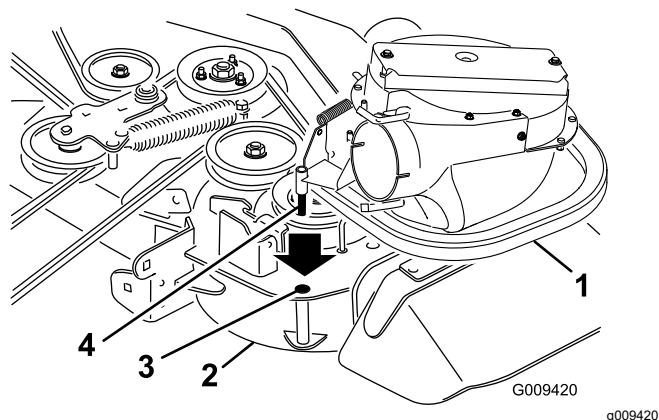
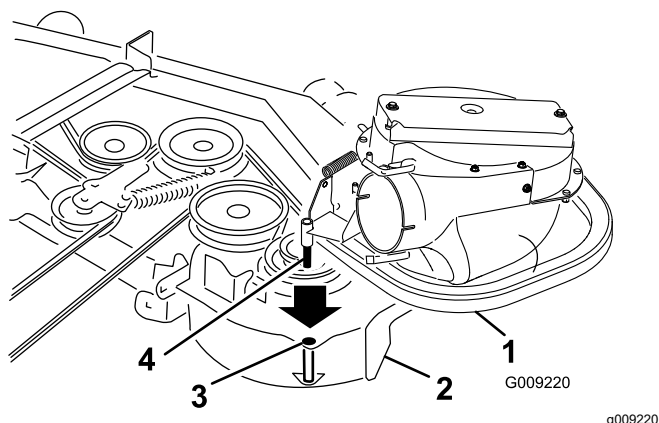

Figura 15
Figura 16
2. Insérez l'ergot de l'ensemble ventilateur dans le trou de pivot (Figura 15 ou Figura 16).